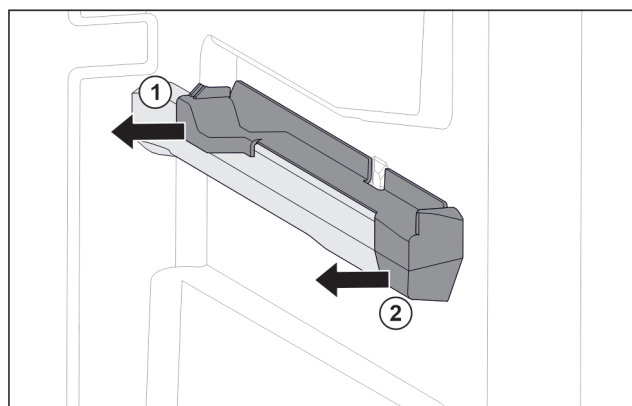

Fig. 107 Element nasadzany na prawym żebrze pojemnika
- Odciągnąć element nasadzany z tyłu w bok. Fig. 107 (1)
- Odciągnąć element nasadzany z przodu w bok. Fig. 107 (2)